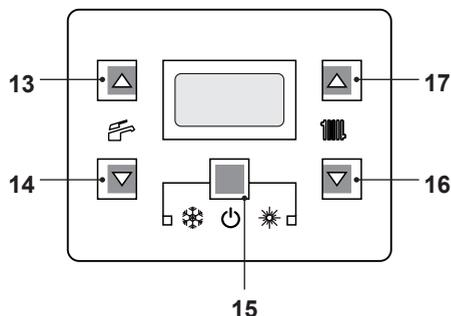
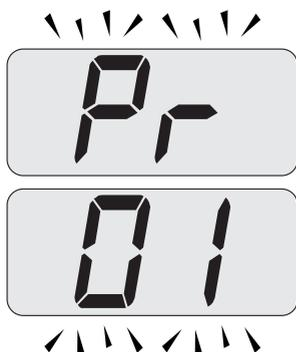
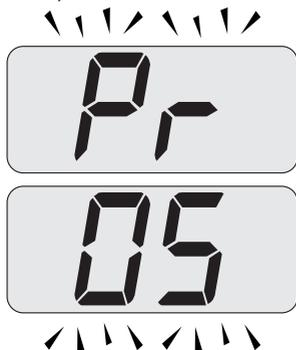

Figura 8.3
Figura 8.4
Figura 8.5
- Entrare in "modalità programmazione" premendo contemporaneamente per 10 secondi i tasti 15 - 16 - 17 (Figura 8.3) fino a far apparire sul display LCD le lettere **Pr** che si alternano con il codice **01**, indicanti l'entrata nel "parametro 01" (Figura 8.4).
- Scorrere i vari parametri utilizzando i tasti 16 o 17 fino a far apparire sul display LCD le lettere **Pr** che si alternano con il codice **05**, indicati l'entrata nel "parametro 05" (Figura 8.5).
e 17 (Figura 8.3) fino a far apparire sul display LCD il valore del parametro 05 (00=G20) (Figura 8.6).
- Premendo il tasto 15 (Figura 8.3) si ottiene la conferma del valore inserito.
- Premendo contemporaneamente i tasti 15 e 16 (Figura 8.3) si esce senza modificare il valore (ritorno alla lista parametri Figura 8.5)
- Premendo contemporaneamente per 10 secondi i tasti 15 - 16 - 17 (Figura 8.3) si esce dalla "modalità programmazione".